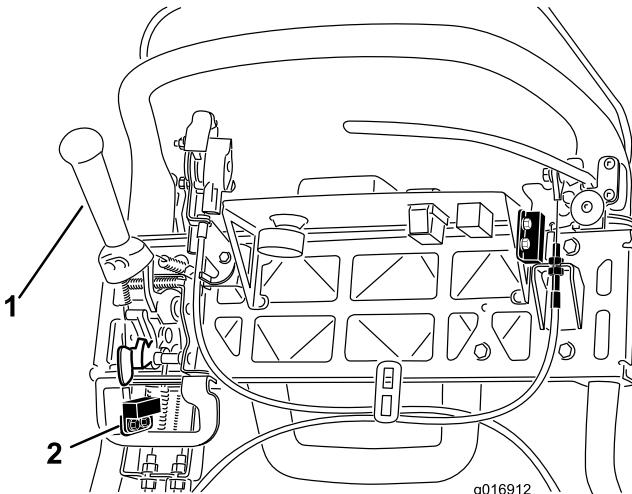

Figura 38
- 4. Desaperte as juntas de montagem do interruptor de segurança (Figura 38).
- 5. Coloque uma cunha de 1,6 mm entre a alavanca de tracção e o interruptor de segurança (Figura 38).